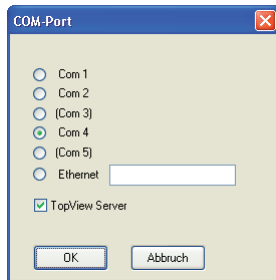

Abb. 9.1:
- (Rechner mit RS-485) Wählen Sie an dem Rechner mit angeschlossenem RS-485 Bus-Netzwerk die Option „TopView Server“ aus (siehe Abb. 9.1)